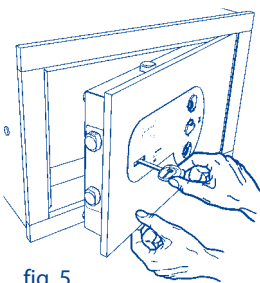

fig. 5
- Azionare la chiave o il pomolo e far uscire i chiavistelli dalla loro sede (fig. 5) come per chiudere la cassaforte.